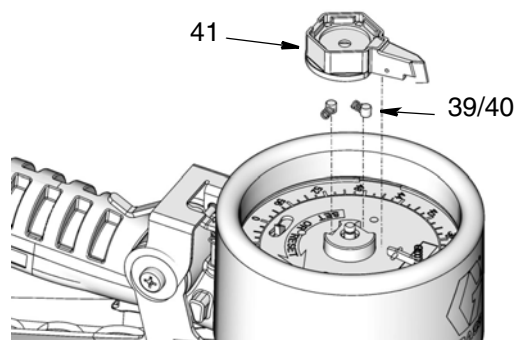

FIG. 27
- Déposer l'indicateur-aiguille (41), les ressorts (39) et les goupilles (40) (FIG. 27).